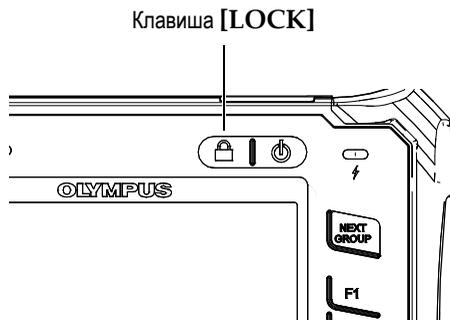

Рис. 2-7 Конфигурация с ручкой регулятора – Клавиша [LOCK]
- Клавиша [LOCK] (только конфигурация с ручкой регулятора) автоматически блокирует настройку всех параметров во избежание нежелательных изменений параметров вследствие случайного поворота ручки регулятора (см. Рис. 2-7 на стр. 42).